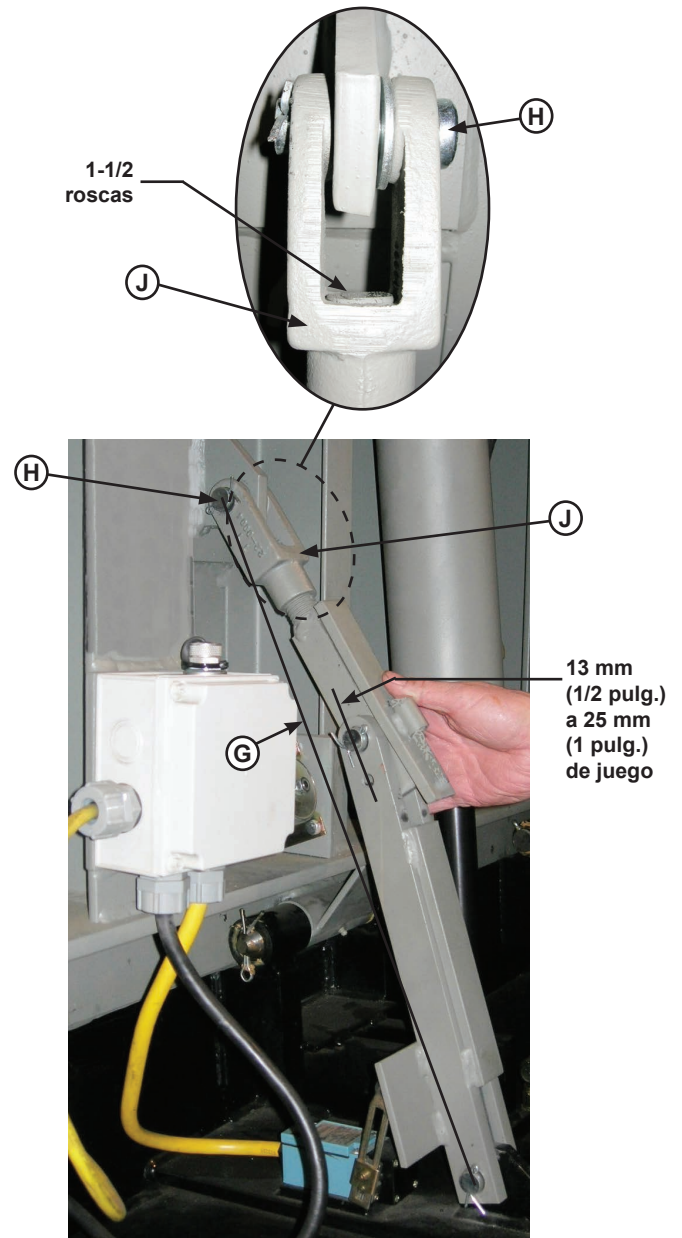

Figura 33
Nota: Cuando se ajusta adecuadamente, el apoyo de almacenamiento tendrá aproximadamente de 13 a 25 mm (1/2 a 1 pulg.) de juego (G) con el nivelador en posición de almacenamiento. Consulte la Figura 33.